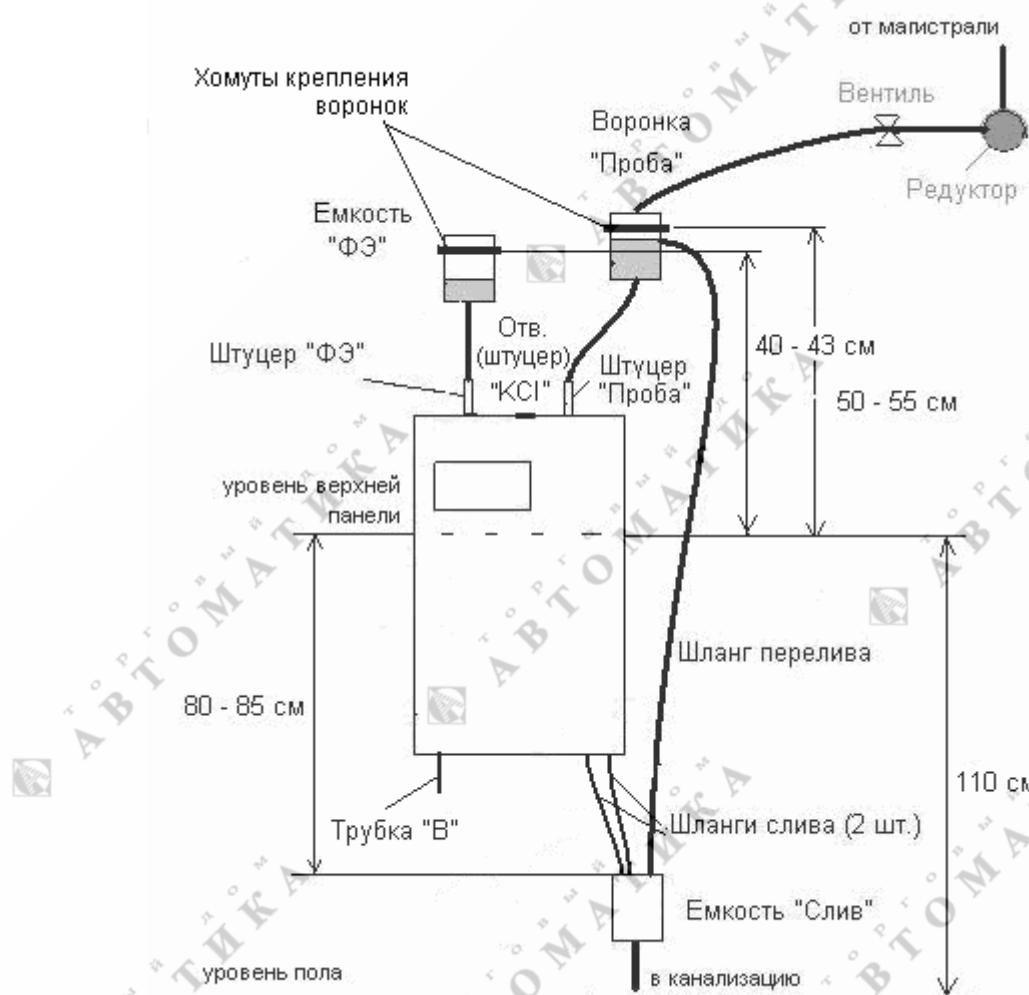
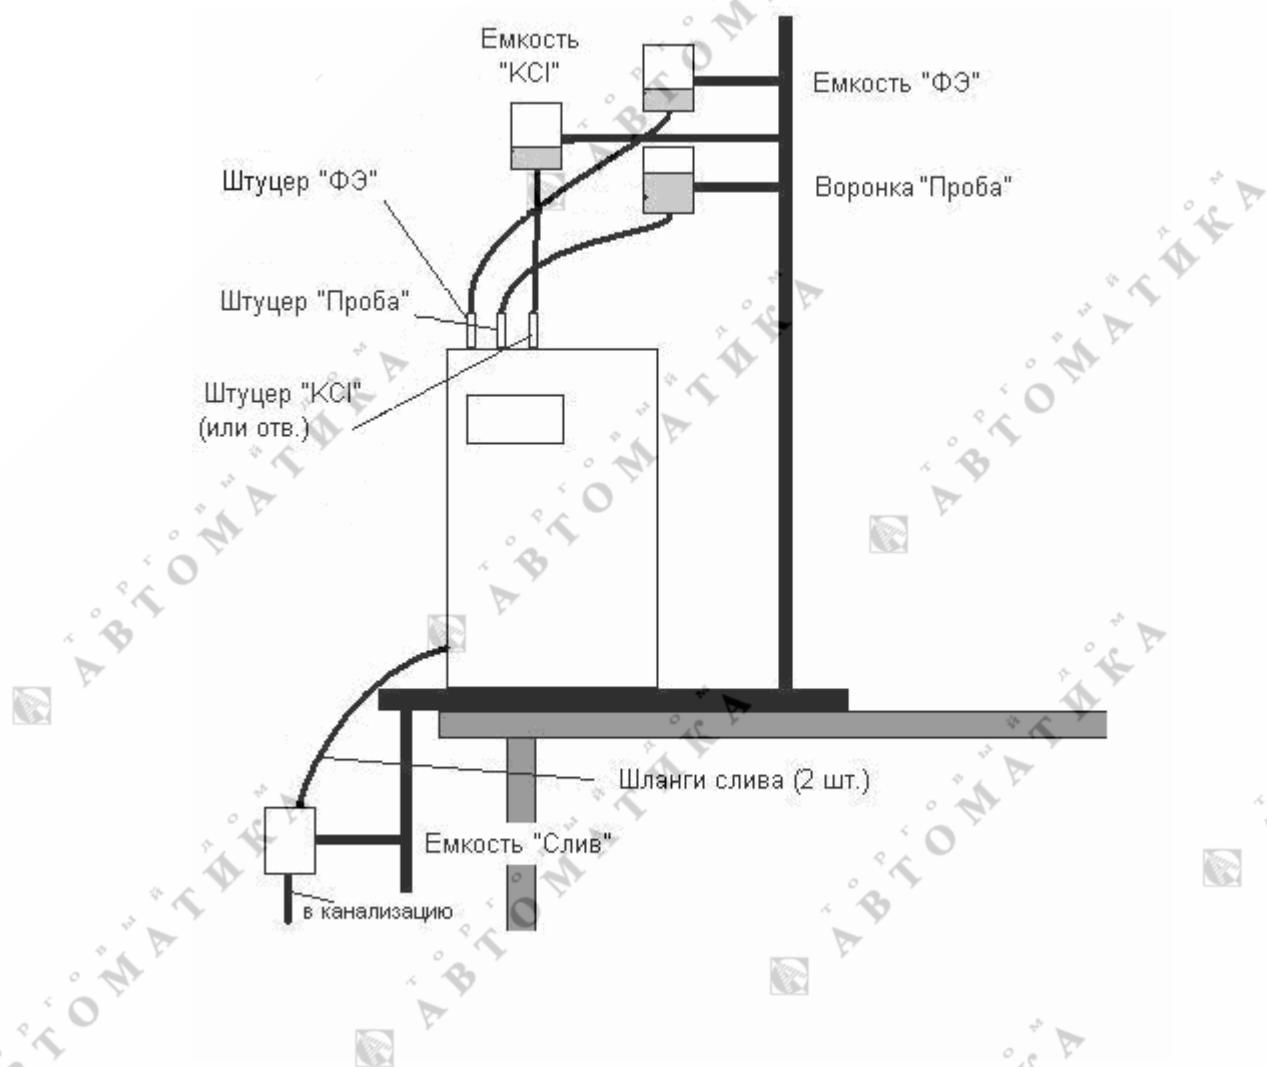

Рисунок 2.1 Монтаж анализатора щитового исполнения
Рисунок 2.2 Монтаж анализатора настольного исполнения
2.3.3 При помощи шприца 20 см³, входящего в комплект поставки, залить раствор хлорида калия в анализатор. Для этого отвинтить пробку от штуцера "KCl" (рис. 2.1), набрать в шприц раствор KCl и медленно и аккуратно ввести раствор в анализатор через штуцер "KCl". Повторить операцию, визуально контролируя достижение уровнем раствора нижнего края резьбы пробки. Завинтить пробку. Расход KCl составляет примерно 1 см³ в сутки.
2.3.4 Закрепить анализатор и емкости с растворами на вертикальном щите или стене (рис. 2.1), используя для этого кронштейны на корпусе анализатора и хомуты для крепления емкостей. Рекомендуемая высота уровня верхних точек крепления корпуса - 110 см от уровня пола. Емкость "ФЭ" установить на высоте 40 - 43 см над уровнем верхней горизонтальной панели анализатора, приемную воронку "Проба" - на высоте 50-55 см, а ёмкость "Слив" - на 80-85 см ниже уровня верхней горизонтальной панели анализатора. Подключить анализатор к напряжению питания 12 В.
Примечание. По запросу заказчика поставляется исполнение для установки на ровную горизонтальную поверхность (рис. 2.2).
По мере расходования фонового электролита его необходимо добавлять в емкость "ФЭ" (рис. 2.1).
По мере расходования раствора KCl для смачивания мембранны раствор необходимо доливать в отверстие "KCl" (рис. 2.1) или в емкость "KCl" (рис. 2.2).